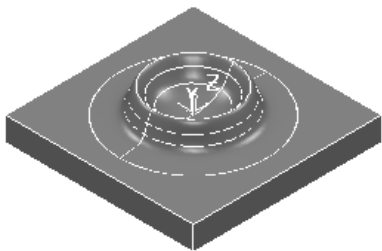

图 2-69 打开范例文件
2) 选择下拉菜单中的“文件”→“范例”命令，弹出“打开范例”对话框，选择“radius.dkg”（“随书光盘：\第2章\exercise8\uncompleted\radius.dkg”）文件，单击“打开”按钮即可，如图 2-69 所示。